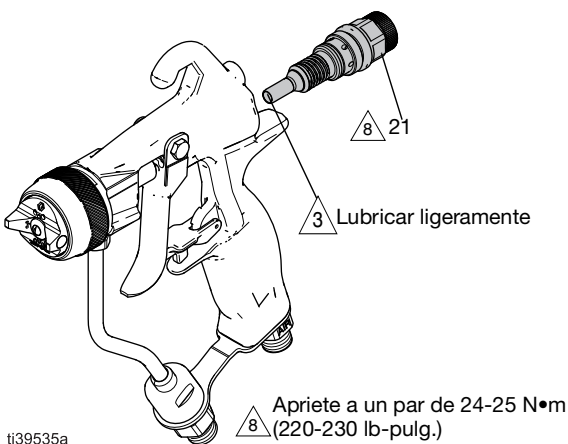

FIG. 43: Instalación del cartucho de aire
Limpie el alojamiento del cartucho de aire	FIG. 43 en la página 30
3. Deslice el conjunto (21) hacia fuera de la pistola.
5. Lubrique la boquilla del cartucho de aire y enrosque el conjunto del cartucho de aire (21) en la parte trasera de la pistola. Apriete a un par de 24-25 N•m (220 lb-pulg.). Consulte la FIG. 43.
7. Lubrique la boquilla de la válvula de aire (21a) y enrósquela en la parte trasera de la pistola. Apriete a un par de 24-25 N•m (220-230 lb-pulg.). Consulte la FIG. 43.
2. Afloje el conjunto del cartucho de aire (21) desde la parte trasera de la pistola con la herramienta de la pistola (29).
3. Tire del conjunto del cartucho de aire (21) para sacarlo de la pistola. Consulte la FIG. 43.
7. Lubrique la válvula de aire (21a) e instale el conjunto del cartucho de aire (21) en la parte trasera de la pistola. Apriete a un par de 24-25 N•m (220-230 lb-pulg.). Consulte la FIG. 43.